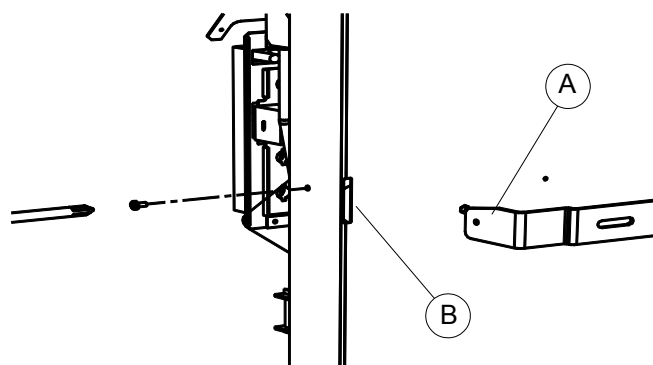

Figura 12 – Particolare di aggancio
12. Calzare le asole B alle estremità A della staffa di supporto e premere l'apparecchio contro la parete in modo che vada a battuta sulla staffa di supporto (vedi Figura 12).
13. Fissare l'apparecchio alla staffa di supporto per mezzo delle due viti laterali come indicato in Figura 12.